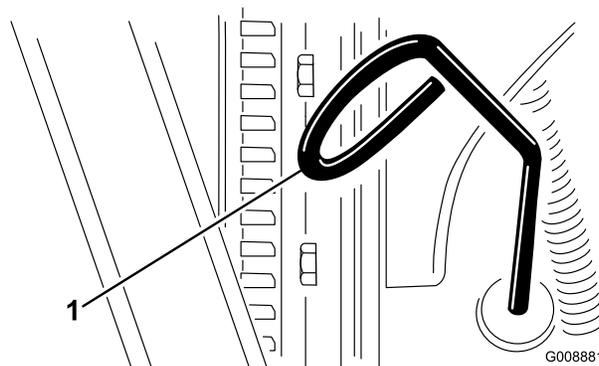

Рисунок 37
2. Выньте измерительный щуп (Рисунок 37) и протрите его чистой ветошью.